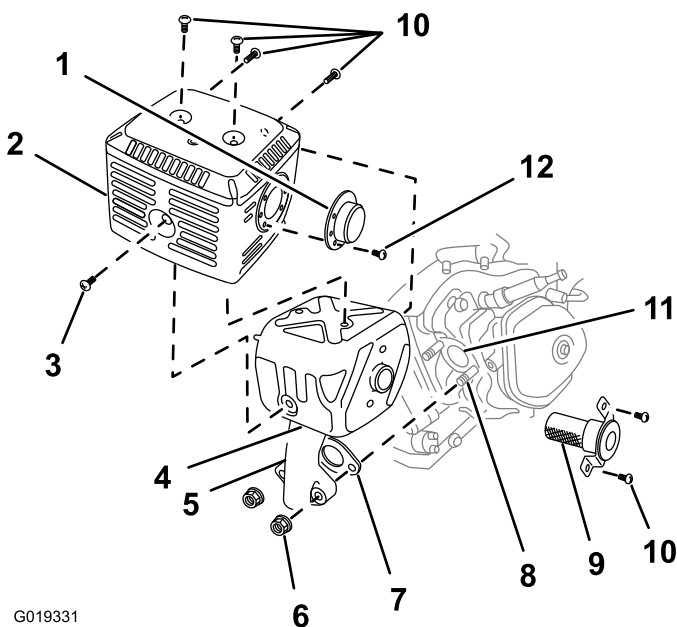

Figura 48
5. Retire las 2 tuercas (8 mm), y retire el silenciador del cilindro (Figura 48).
6. Retire los 3 tornillos (4 mm) del deflector del escape, y retire el deflector (Figura 48).
7. Retire los tornillos (5 mm y 6 mm) del protector del silenciador y retire el protector del silenciador (Figura 48).
8. Retire los tornillos (4 mm) del parachispas, y retire el parachispas del silenciador (Figura 48).